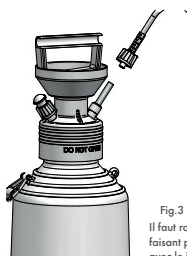

Fig.3
Il faut raccorder le tuyau d'aspiration, faisant partie de l'ensemble (fig. 3/ pos. 1), avec le joint du flexible (fig. 3/ pos. 2).